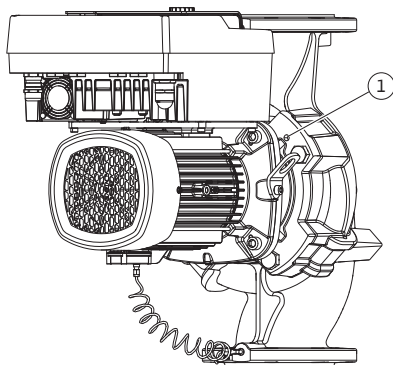
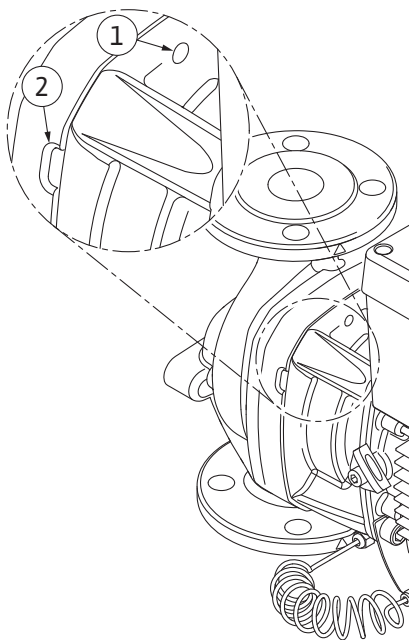

Fig. 108: Pressionar a unidade de impulsor motor através dos orifícios roscados
Fig. 109: Orifícios roscados e ranhuras para afastar a unidade de impulsor motor do corpo da bomba
11. Desapertar o parafuso (Fig. I/III, pos. 10, Fig. II/IV, pos. 29) que suporta a chapa de suporte do sensor da pressão diferencial. Puxar o sensor da pressão diferencial (Fig. I, pos. 8) com a chapa de suporte para o lado e deixar suspenso nas linhas de medição de pressão (Fig. I, pos. 7). Desligar o cabo de ligação do DDG no módulo eletrónico ou desligar da ficha de ligação e puxar para fora.
12. Para o modelo da bomba (Fig. III, IV) desapertar os parafusos (pos. 29). Utilizar os dois orifícios roscados que se encontram ao lado (Fig. 108, pos. 1) e utilizar os parafusos adequados disponibilizados no local (por exemplo, M10 x 25 mm). Retirar a unidade de impulsor motor do corpo da bomba.
Para o tipo de bomba (Fig. I e Fig. II), utilizar os dois orifícios roscados M10 (ver Fig. 108) e os parafusos adequados disponibilizados no local (por exemplo, M10 x 20 mm). Para pressionar também podem ser utilizadas as fendas (Fig. 109, pos. 2).